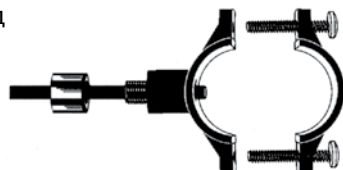

Рис. 7
3. Наклейте уплотнитель на внутреннюю сторону скобы дренажного хомута с резьбовым отверстием. Вставьте трубку в скобу дренажного хомута (**рис. 7**). Край трубки должен выступать примерно на 4-5 мм из внутренней части ско-